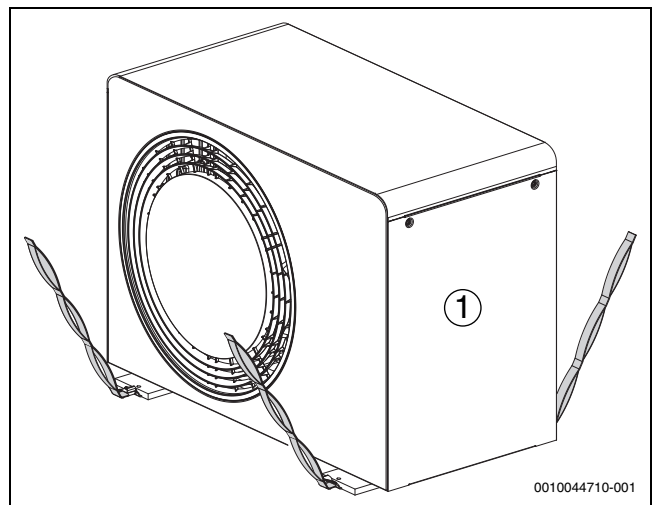

Bild 3 Beim Transportieren der Wärmepumpe ohne Verpackung die Gurte verwenden
- ▶ Achtung! Die Wärmepumpe ist auf der Kompressorseite schwerer (→ Abbildung 3).